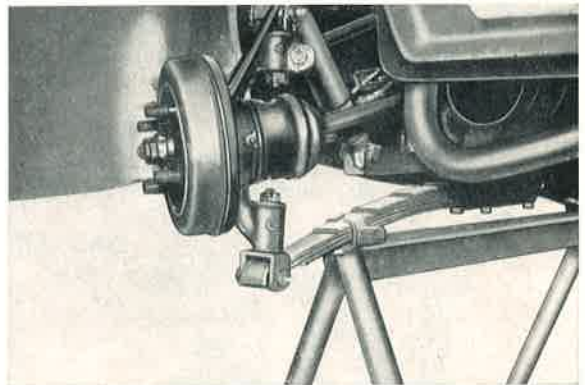

Bild 373: Bei Arbeiten an der Vorderachse nimmt der Spezial-Untersetzbock die untere Vorderfeder auf.
2. Wagen hochbocken, Bock unter Vorderfeder ansetzen (Bild 373).